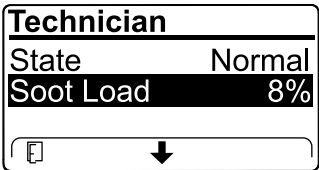

Figura 39
- Verificate il carico di fuliggine misurato come percentuale di fuliggine nel FAP (Figura 39); fate riferimento alla tabella del carico di fuliggine.